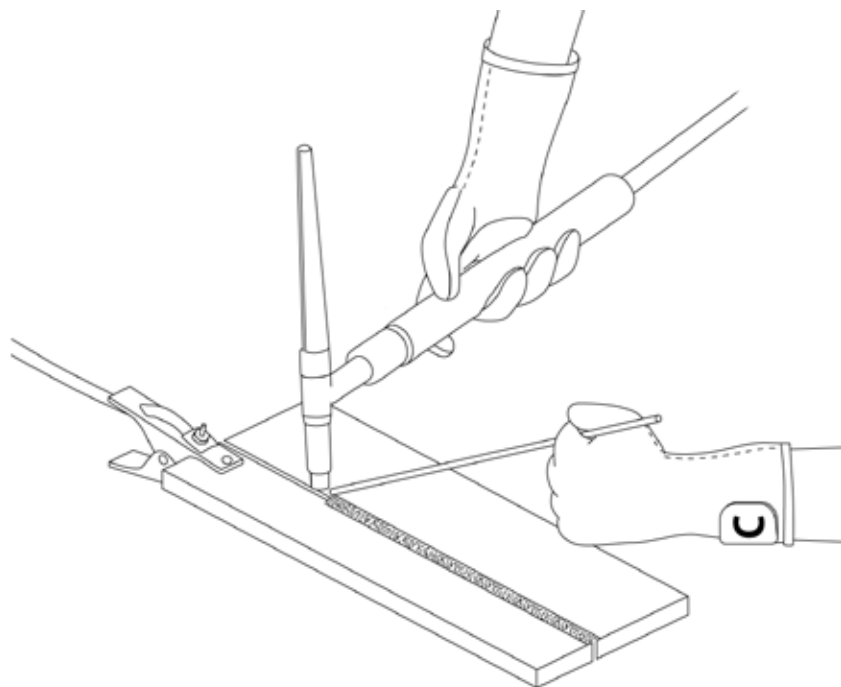

Рис. 8.4. Перед началом работы.
10. Начинайте сварочный процесс (См. рис. 8.4).
Перед началом работы не забудьте проверить следующее (См. рис. 8.4):